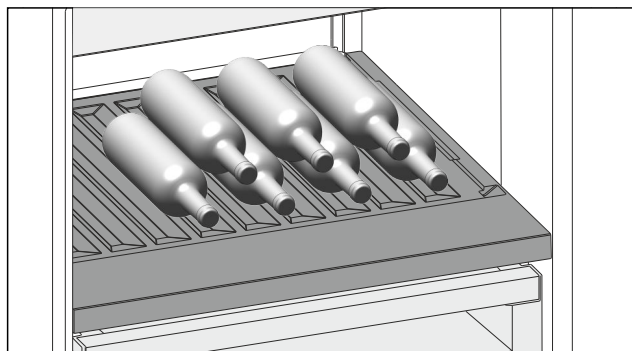

Fig. 114
- Wkładać butelki dnem ustawionym do tyłu, w kierunku ścianki tylnej. (patrz Fig. 114)